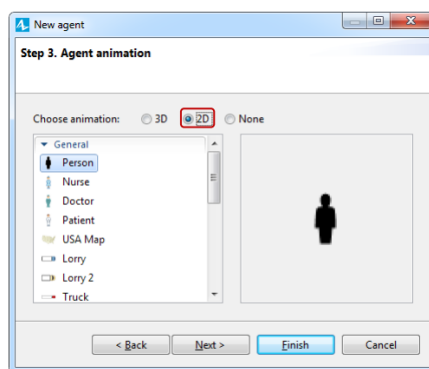

Рисунок 2.11 – Анімація агента
16. На сторінці *Agent animation* виберіть форму анімації агента. Оскільки ми створюємо просту модель, яка використовує 2D-анімацію, виберіть 2D та перший пункт загального списку «Людина» та натисніть кнопку «Далі» (рис. 2.11).